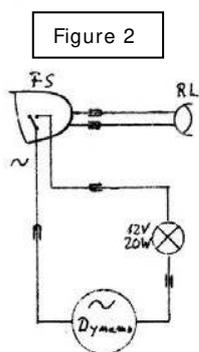

Figure 2
La figure 2 montre le câblage classique lorsque la dynamo est montée sur la roue avant. En général le phare avant (FS) a une connexion d'entrée en courant alternatif marquée ~ provenant de la dynamo et deux connexions de sortie séparées vers le feu arrière (RL).